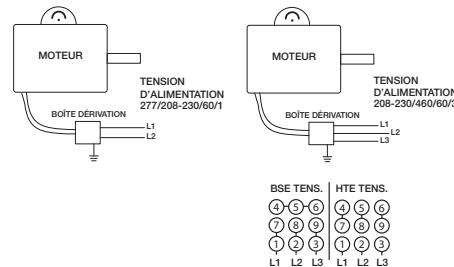

Figure 7 — Schéma de câblage typique
- En l'absence de fiche, raccorder l'alimentation conformément au NEC et tous les codes locaux. Voir les schémas de câblage à la Figure 7.